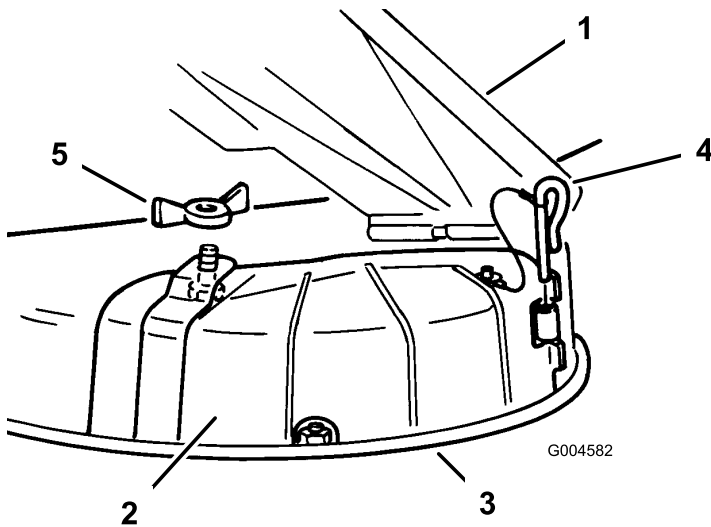

Figura 13
3. Retire a porca de orelhas e o parafuso que fixam a cobertura no lugar (Figura 13).
4. Retire o pino da dobradiça que fixa a cobertura à plataforma (Figura 13).
3. Levante o defletor de relva e coloque a cobertura de descarga por cima da abertura no rebordo inferior no cortador e deslize-o para a dobradiça frontal (Figura 13).
4. Faça deslizar o pino da dobradiça pela dobradiça (Figura 13).
5. Fixe a cobertura de descarga ao cortador com a porta de olhelhas (Figura 13).